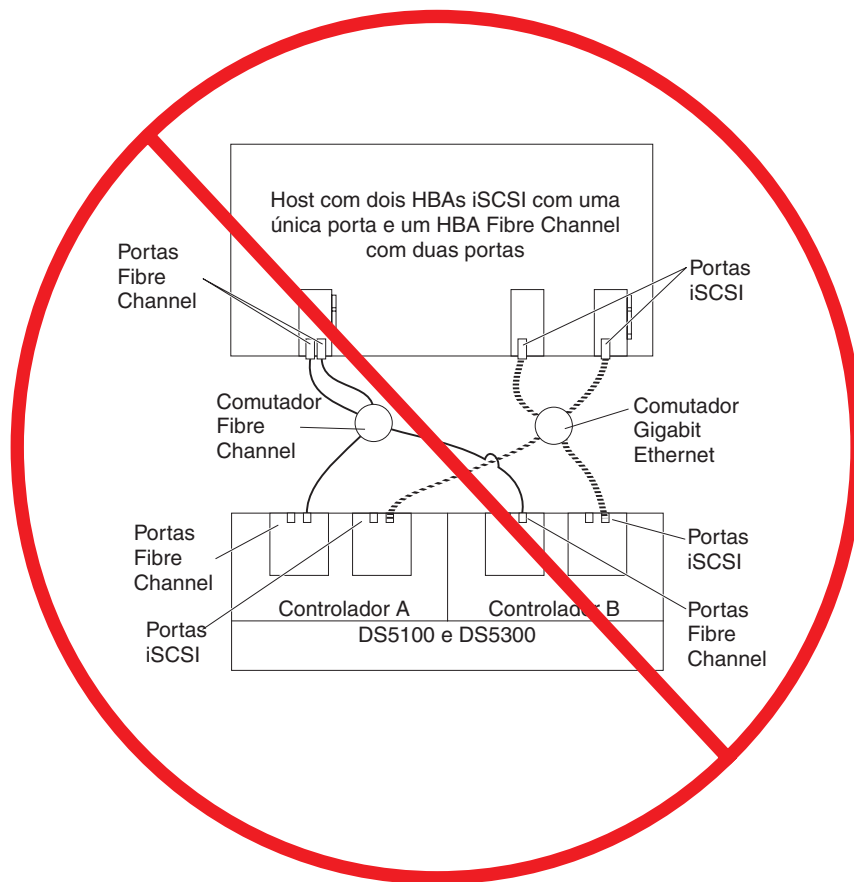

Figura 86. Exemplo de uma configuração incorreta: Um único host, iSCSI e Fibre Channel
- Exemplo de uma configuração incorreta: único host, iSCSI e Fibre Channel, como mostrado na Figura 86 na página 127
A Figura 86 na página 127 mostra uma configuração incorreta de um único host com ambas as conexões iSCSI e Fibre Channel.
Importante: Não cabeie o subsistema de armazenamento e os sistemas host como mostrado na Figura 86 na página 127. Um subsistema de armazenamento com a topologia de armazenamento incorreta pode parecer estar funcionando, mas o cabeamento incorreto pode ter resultados imprevisíveis em potencial.